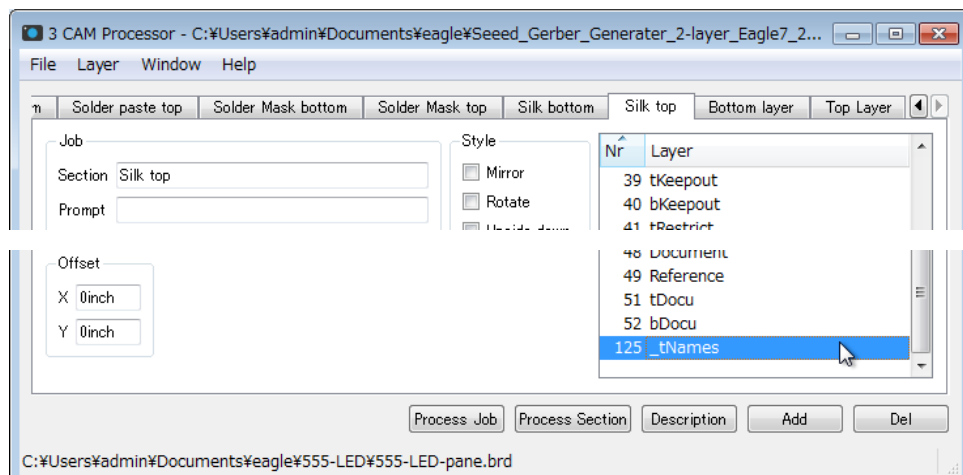

図 53
(7) 面付け基板のガーバー出力と確認
- ① 17 ページ 6-(1)の操作で Cam processor を呼び出します。
- ② **重要** ダイアログの[Silk top]タブをクリックします。
- ③ **重要** 25 : tNames を解除します。
- ④ **重要** 125 : \_tNames を選択します。図 53
- ⑤ **重要** [Silk bottom]タブをクリックします。
- ⑥ **重要** 126 : \_bNames が存在すれば選択し、26 : bNames を解除します。